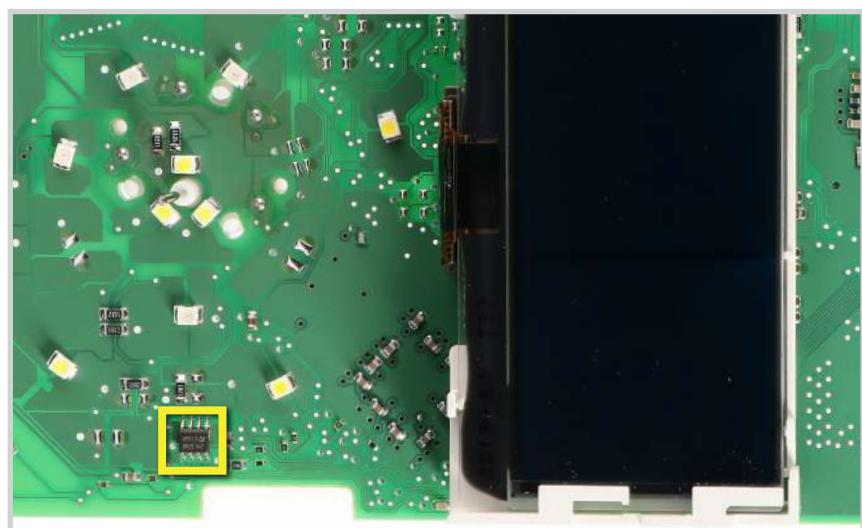

Figura 2
- Dissaldare la EEPROM (24C04 o 24C32), evidenziata in figura 2, presente sul PCB;